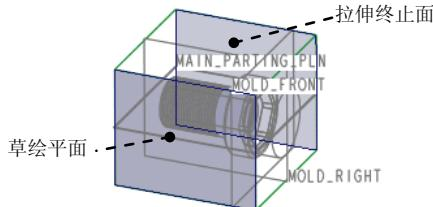
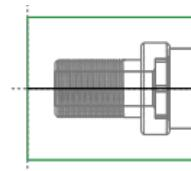

图 24.7 定义草绘平面
图 24.8 截面草图
(1) 选择命令。单击“分型面”功能选项卡“形状”区域中的“拉伸”按钮，此时系统弹出“拉伸”操控板。
(2) 定义草绘截面放置属性。右击，从系统弹出的菜单中选择“定义内部草绘...”命令；选取图 24.7 所示的坯料表面为草绘平面，然后选取 MOLD_FRONT 基准平面为参考平面，方向为“右”。然后单击“草绘”按钮。
(3) 绘制截面草图。选择图 24.8 所示的模型边线为草绘参考, 绘制图 24.8 所示的截面草图 (截面草图为一条线段); 完成特征截面的绘制后, 单击“草绘”操控板中的“确定”按钮 。
(4) 设置深度选项。
- ① 在“拉伸”操控板中选取深度类型 。
- ② 将模型调整到合适方位, 选取图 24.7 所示的坯料表面为拉伸终止面。
- ③ 在“拉伸”操控板中单击 按钮, 完成特征的创建。